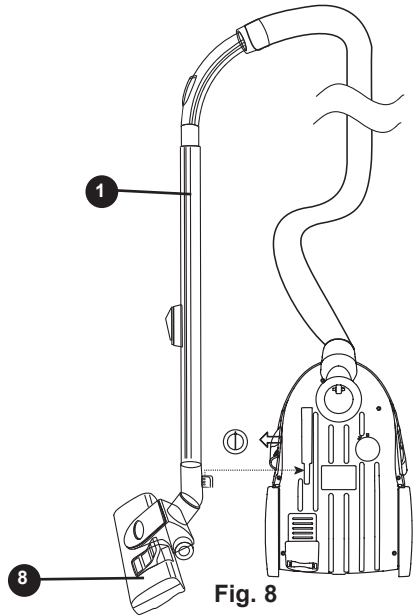

Fig. 8
3. Enganche el accesorio cepillo para suelos (7) en la ranura dispuesta en la parte inferior del aspirador. Véase la fig. 8.